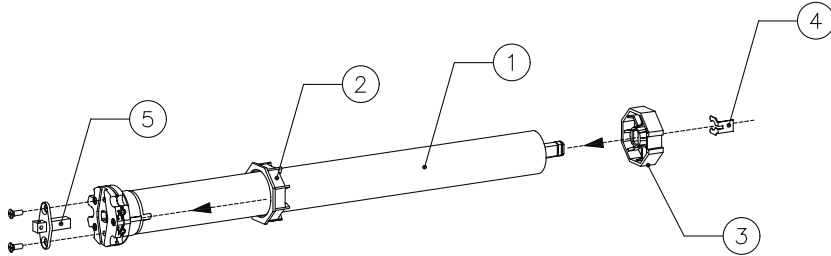
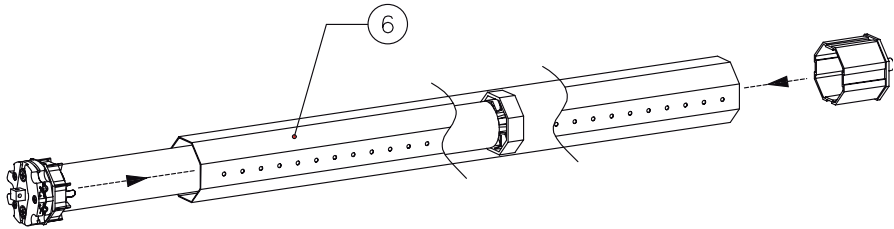
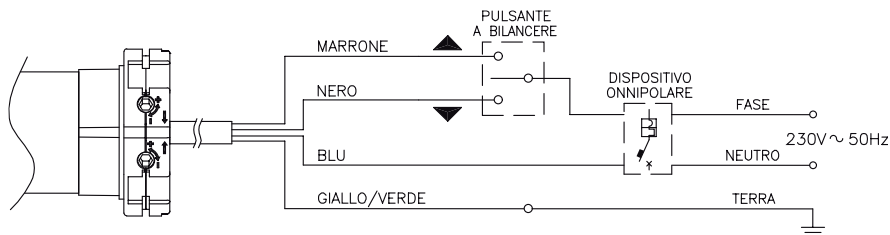

FIG.1
FIG.2
FIG.4
Facendo riferimento allo schema di montaggio, preparare il motoriduttore con la seguente sequenza di operazioni: **A)** Infilare la corona del fincorsa (2) sul motoriduttore (1) fino ad inserirsi nel corrispondente anello di fincorsa facendo combaciare le due scanalature; spingere fino alla battuta come indicato nella fig. 1. Inserire la puleggia di trascinamento (3) sull'albero del motore e bloccarla con relativo fermo (4). Applicare l'adattatore per staffa (5) sulla testa del fincorsa bloccando con le apposite vite date in dotazione. **B)** Introdurre il motoriduttore così assemblato nel tubo di avvolgimento (6) fino ad inserire anche l'estremità della corona (2), (vedi fig. 2). Fissare la puleggia di trascinamento (3) al tubo di avvolgimento (6) mediante una vite in modo tale da evitare possibili slittamenti e movimenti assiali del motore. **C)** Infine bloccare la testa del motoriduttore all'apposita staffa (9) mediante la copiglia (7) data in dotazione (fig.3). **D)** Prima di agganciare il telo al rullo eseguire il collegamento elettrico come mostrato in fig. 4. **E)** Premere il pulsante di salita o discesa per verificare la rotazione del rullo nel senso di avvolgimento e/o svolgimento del telo (in caso contrario invertire i cavi nero e marrone. A questo punto, premere il pulsante di discesa fino al completo arresto della rotazione del rullo. Agganciare il telo al rullo, e premere il pulsante di salita fino a quando il telo si ferma. Procedere ora con la regolazione dei fincorsa, attraverso l'apposito regolatore (8).
En référence au schéma de montage, préparer le motoréducteur en suivant ces instructions: **A)** Enfiler la couronne du fin-de-course (2) sur le motoréducteur (1) jusqu'à son insertion dans l'anneau de fin-de-course en faisant coïncider les deux rainures ; pousser jusqu'à la feuillure, comme indiqué à la fig. 1. Insérer la poulie d'entraînement (3) sur l'arbre du moteur et la bloquer avec un arrêt (4). Appliquer l'adaptateur pour support (5) sur la tête du fin-de-course en bloquant avec les vis fournies. **B)** Introduire le motoréducteur assemblé dans le tuyau d'enroulement (6) jusqu'à l'insertion de l'extrémité de la couronne (2), (cf. fig. 2). Fixer la poulie d'entraînement (3) au tuyau d'enroulement (6) à l'aide d'une vis afin d'éviter les éventuels glissements et les mouvements axiaux du moteur. **C)** Enfin, bloquer la tête du motoréducteur à la bride (9) à l'aide de la goupille (7) fournie (fig.3). **D)** Avant d'accrocher la toile au rouleau effectuer le
branchement électrique comme indiqué à la fig. 4. **E)** Appuyer sur le bouton de remontée ou de descente afin de vérifier la rotation du rouleau dans le sens d'enroulement e/ou de déroulement de la toile (dans le cas contraire, inverser les câbles noir et marron). A ce niveau, appuyer sur le bouton de descente jusqu'à l'arrêt complet de la rotation du rouleau. Accrocher la toile au rouleau et appuyer sur le bouton de remontée jusqu'à l'arrêt de la toile. Procéder à présent au réglage des fin-de-course, à l'aide du régulateur (8).
Using the assembly diagram as your reference, prepare the gearmotor in the following operating sequence: **A)** Insert the rim of the limit switch (2) into the gearmotor (1) until it enters the corresponding run control ring and the two grooves engage. Push it up to the mechanical stop as indicated in figure 1. Place the driving pulley (3) onto the transmission shaft and block it with the corresponding retainers. (4). Fix the adaptor for the retaining bracket (5) onto the head of the limit switch with the screws provided. **B)** Introduce the gearmotor thus assembled into the winding spindle (6) until it inserts into the extremity of the rim (2), (see figure 2). Fix the driving pulley (3) to the winding spindle (6) by a screw to prevent the motor from sliding or moving axially. **C)** Finally block the head of the gearmotor onto the corresponding retaining bracket (9) using the splint pin (7) provided (figure 3). **D)** Before hooking awning to the winding spindle make the electric connections as illustrated in figure 4. **E)** Press the lifting and closing button to check that the winding spindle moves in the correct direction for winding and/or unwinding the awning (if the direction is incorrect invert the black and brown wires). At this point, press the closing button until the winding spindle stops. Attach the awning to the winding spindle and press the lifting button until the awning stops. Now regulate the limit switch, using the apposite adjustment (8).
Haciendo referencia al esquema de montaje, preparar el motorreductor en la siguiente secuencia de operaciones: **A)** Introducir la corona de final de recorrido (2) en el motorreductor (1) hasta colocarlo en el correspondiente anillo de final de recorrido haciendo coincidir las dos ranuras; empujar hasta el tope como se indica en la fig. 1. Introducir la polea de arrastre (3) en el arbol del motor y bloquearla con su correspondiente cierre (4). Aplicar el adaptador para abrazadera (5) en la extremidad del final de
recorrido bloqueándolo con los tornillos que se incluyen. **B)** Introducir el motorreductor montado de esta forma en el tubo de recogida (6) hasta introducir también las extremidades de la corona (2), (ver fig. 2.) Fijar la polea de arrastre (3) al tubo de recogida (6) con un tornillo, de forma que se eviten posibles deslices y movimientos axiales del motor. **C)** Al final bloquear la extremidad del motorreductor en la abrazadera (9) mediante la chaveta (7) que se entrega (fig. 3). **D)** Antes de enganchar la tela al rodillo realizar la conexión eléctrica como se muestra en la fig. 4. **E)** Presionar el pulsador de subida y bajada para comprobar la rotación del rodillo en la recogida y/o como se desenrolla la tela (en caso contrario invertir los cables negro y marrón) A este punto, presionar el pulsador de bajada hasta la completa parada de la rotación del rodillo. Enganchar la tela al rodillo y presionar el pulsador de subida hasta que se pare la tela. Proceder entonces con la regulación del final de recorrido a través del regulador (8).
Unter Hinweis auf das Montageschema sind die Rohrmotor mit der nachstehenden Aufeinanderfolge von Operationen vorzubereiten: **A)** Den Endanschlagkranz (2) auf den Rohrmotor (1) stecken, bis er in den entsprechenden Endanschlagring eingefügt ist, wobei die zwei Rillen auf einander passen müssen; bis zum Anschlag drücken, wie in Abb. 1 gezeigt. Die Mitnehmscheibe (3) auf der Motorwelle einfügen und mit der entsprechenden Befestigung blockieren (4). Den Adapter für den Bügel (5) auf dem Kopf des Endanschlags applizieren und mit den eigens beigefügten Schrauben blockieren. **B)** Den auf diese Weise montierten Motor in das Aufwicklungsrohr (6) einfügen, bis auch die Extremitäten des Kranzes (2) eingefügt sind. (Siehe Abb. 2). Die Mitnehmscheibe (3) auf dem Aufwicklungsrohr (6) mittels einer Schraube derart befestigen, dass eventuelle Rutschbewegungen oder axiale Bewegungen des Motors vermieden werden. **C)** Schließlich den Kopf des Motors auf dem eigens vorgesehenen Bügel (9) mittels des beigefügten Splints (7) blockieren (Abb. 3). **D)** Vor der Befestigung der Markise an der Rolle ist die elektrische Verbindung
wie auf Abb. 4 gezeigt herzustellen. **E)** Die Taste für das Heben und Senken drücken, um die Rotation der Rolle im Aufwicklungs- und/oder Abwicklungssinn der Markise zu prüfen (im gegenteiligen Fall ist das schwarze und das braune Kabel umzukehren). An diesem Punkt die Taste für das Senken bis zum völligen Stillstand der Rotation der Rolle drücken. Die Markise an die Rolle anhängen und die Hebetaste solange drücken, bis die Markise anhält. Den Endanschlag mit Hilfe des geeigneten Reglers einstellen (8).
Consultando o esquema de montagem, preparar o motorreductor com a seguinte sequência de operações: **A)** Enfiar a coroa do fim-de-percurso (2) no motorreductor (1) até que se introduza no anel de fim-de-percurso correspondente fazendo juntar as duas ranhuras, empurrar até que se assente como está indicado na fig. 1. Introduzir a roldana de arrastamento (3) no eixo do motor e bloqueá-la com o stop relativo (4). Aplicar o adaptador para suporte (5) no cabeçote do fim-de-percurso bloqueando com os parafusos apropriados fornecidos. **B)** Introduzir o motorreductor montado desta maneira no tubo de enrolamento (6) até que a extremidade da coroa se fique introduzida também (2), (veja fig. 2). Fixar a roldana de arrastamento (3) no tubo de enrolamento (6) mediante um parafuso de tal maneira que evite possíveis escorregadelas e movimentos axiais do motor. **C)** Por fim bloquear o cabeçote do motorreductor no suporte apropriado (9) mediante o pemo (7) fornecido (fig. 3). **D)** Antes de enganchar o toldo ao rolo realizar a conexão eléctrica como está mostrado na fig. 4. **E)** Pressionar o botão de subida ou de descida para verificar a rotação do rolo no sentido de enrolamento e/ou desenrolamento do toldo (caso contrário inverti os cabos preto e marrom). A esta altura, pressionar o botão de descida até que a rotação do rolo pare completamente. Enganchar o toldo ao rolo, e pressionar o botão de subida até que o toldo pare. A partir de então continuar fazendo a regulação do fim-de-percurso, por meio do regulador apropriado (8).